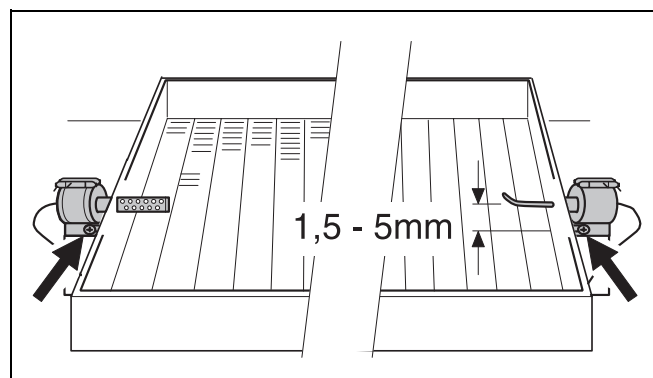

fig. 40 Electrode d'allumage à incandescence et l'électrode d'ionisation
- Démontier l'électrode d'allumage à incandescence et l'électrode d'ionisation (fig. 40).